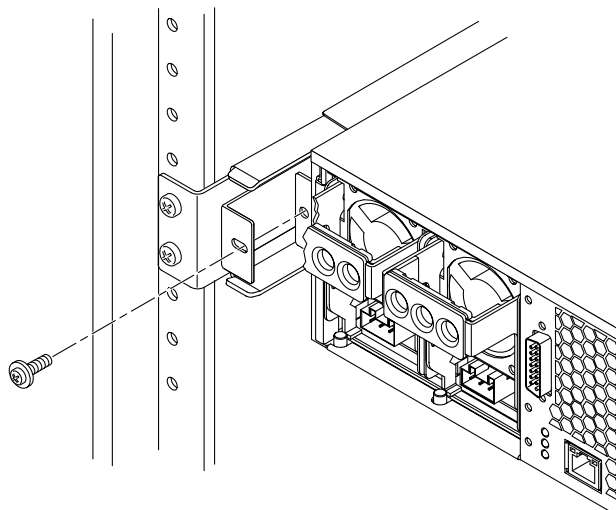

図 3-21 背面フランジへのサーバー背面の固定
16. 背面フランジに接するまでサーバーを押し込んでから、M5×10 SEM ねじを各背面フランジに 1 本ずつ使用して、サーバーの背面を背面フランジに固定します (図 3-21 を参照)。